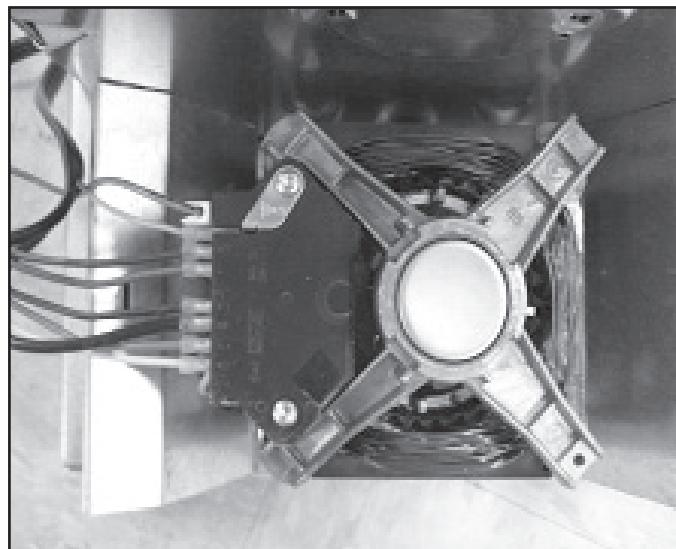

FIGURE 5
15. La *Figure 5* représente le moteur après l'achèvement de l'installation, modification du câblage exécutée.